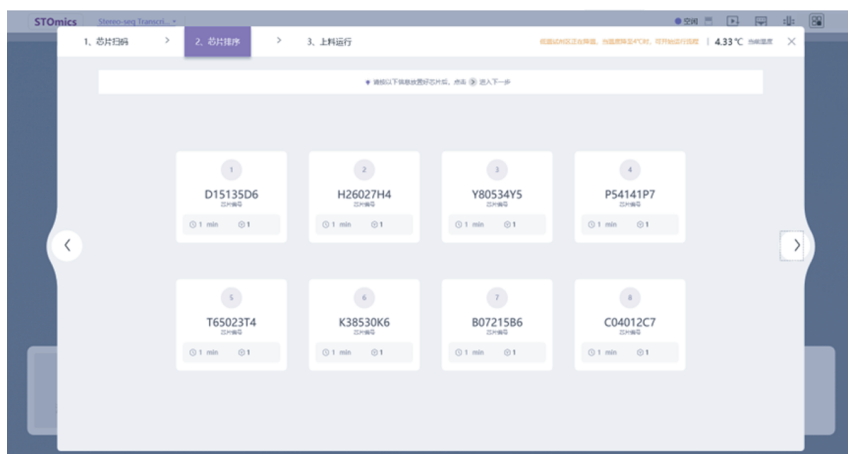

图 2-15 STOmics 软件芯片排序界面
c. 芯片排序：点击翻页按钮后 ，进入“芯片排序”界面，如图 2-15 所示，填写的芯片信息会自动排序。请再次核对真实芯片顺序是否与建议芯片顺序相符，若不符则在上机前及时调整。